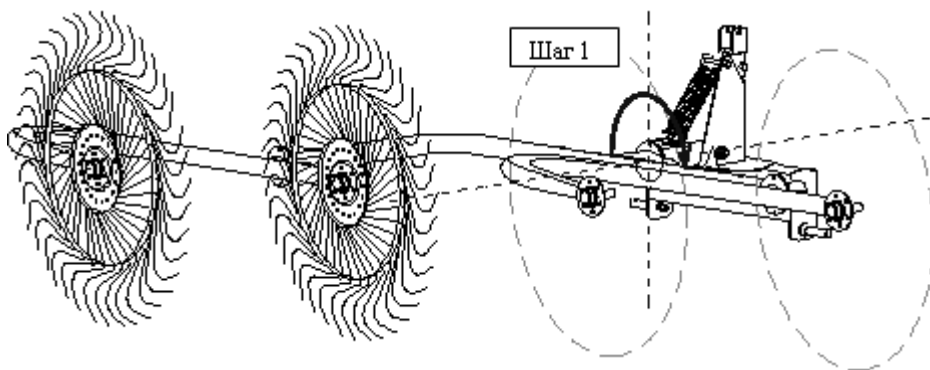

Рис.12
- раскрепите скрепляющее устройство и поверните держатель на 180° по часовой стрелке как показано на (рис.12) , включая дуги;
Если грабли настроены на разбрасывание нескольких полос (ворошение в прокосах) в одну, как показано на (рис.12) для их перестройки сделайте следующее: